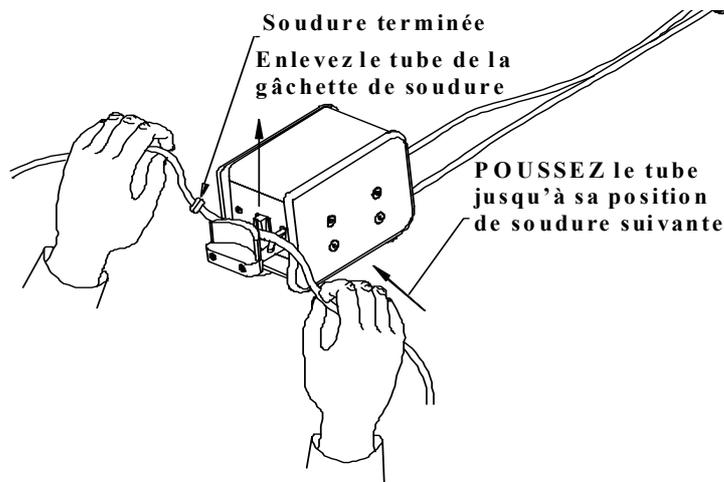

Figure 2.9 Répétition du processus de soudure
- 2.3.3 Pour effectuer une autre soudure, tirez le tube vers le haut pour libérer la gâchette et poussez le tube jusqu'à la position de soudure suivante (voir Figure 2.9). Activez la gâchette de soudure à l'aide du tube afin de répéter le processus. Il est possible de déplacer les soudures terminées vers la droite ou vers la gauche, mais pour obtenir les meilleurs résultats, déplacez-les vers la gauche (en faisant face au boîtier de la tête) afin d'éviter qu'elles n'interfèrent avec la gâchette de soudure. Pour obtenir plus d'informations, veuillez consulter le Manuel d'utilisation de la tête de soudure modèle 2605 (Réf. 26050818-00).